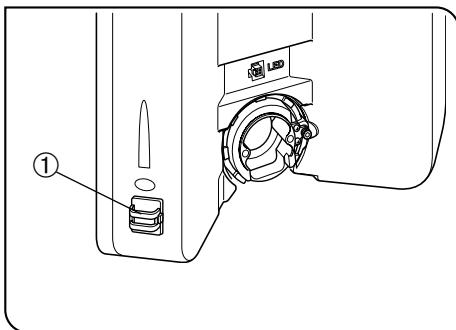

图 36
(图36到38)
#### 安装U-LS30ADP LS30适配器 (图36)
4. 将灯电缆穿过电缆架① (图36)。